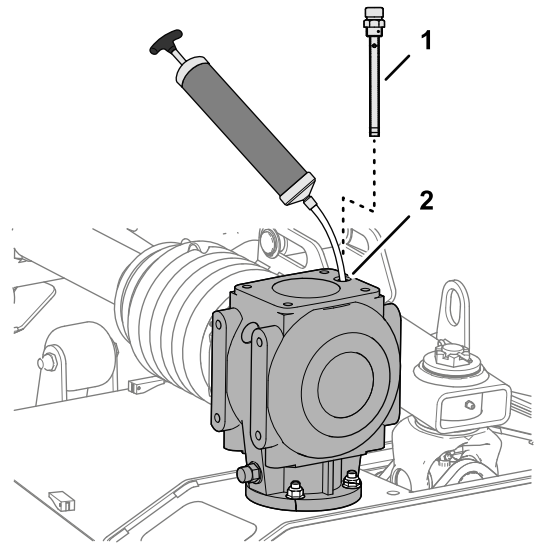

Figura 62
- Retire la varilla de la parte superior de la caja de engranajes (Figura 62).
- A través del orificio de la varilla, utilice una bomba de aspiración para retirar el fluido de la caja de engranajes (Figura 62).